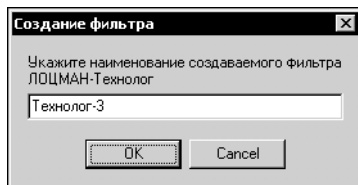

Рис. 23.24. Создание фильтра
2. В открывшемся окне **Создание фильтра** (рис. 23.24) введите наименование создаваемого фильтра.